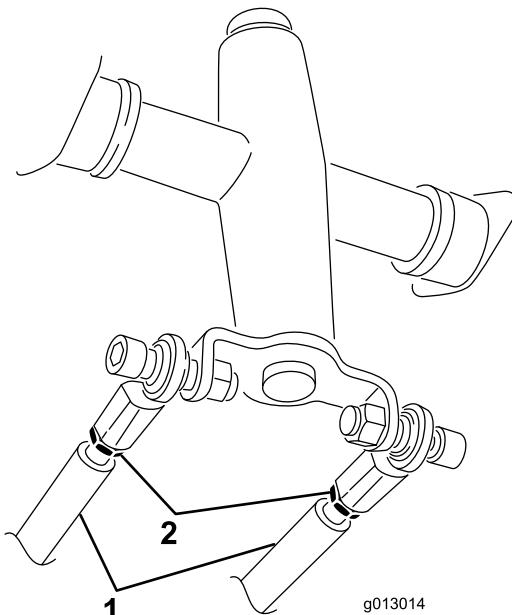

Bild 52
3. Lösen Sie die Klemmmuttern an den Zugstangen unter dem Armaturenbrett (Bild 52).